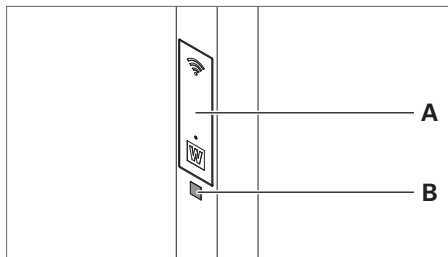

Fig. 28: QR-Code scannen.
- Scannen Sie den QR-Code **B** der Leuchte, der sich am Standrohr unterhalb der Serviceklappe **A** befindet, siehe Fig. 28.